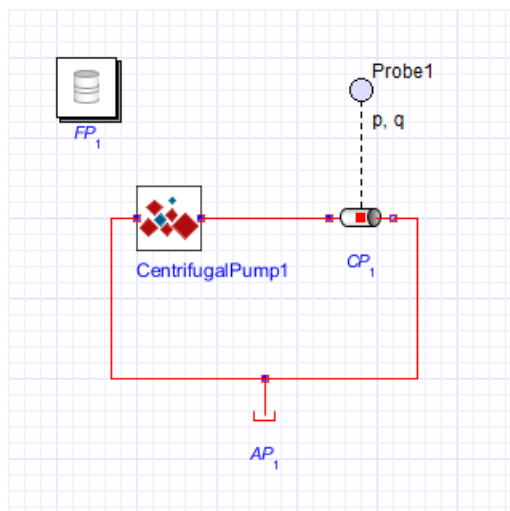

図6.10 遠心ポンプのカスタムコンポーネント
12. カスタムコンポーネントをモデルワークスペースにドラッグし、指定されたモデルコンポーネントと表6.5「遠心ポンプのコンポーネント」に示す設定を使用して、図6.10「遠心ポンプのカスタムコンポーネント」に示すモデルを作成します。